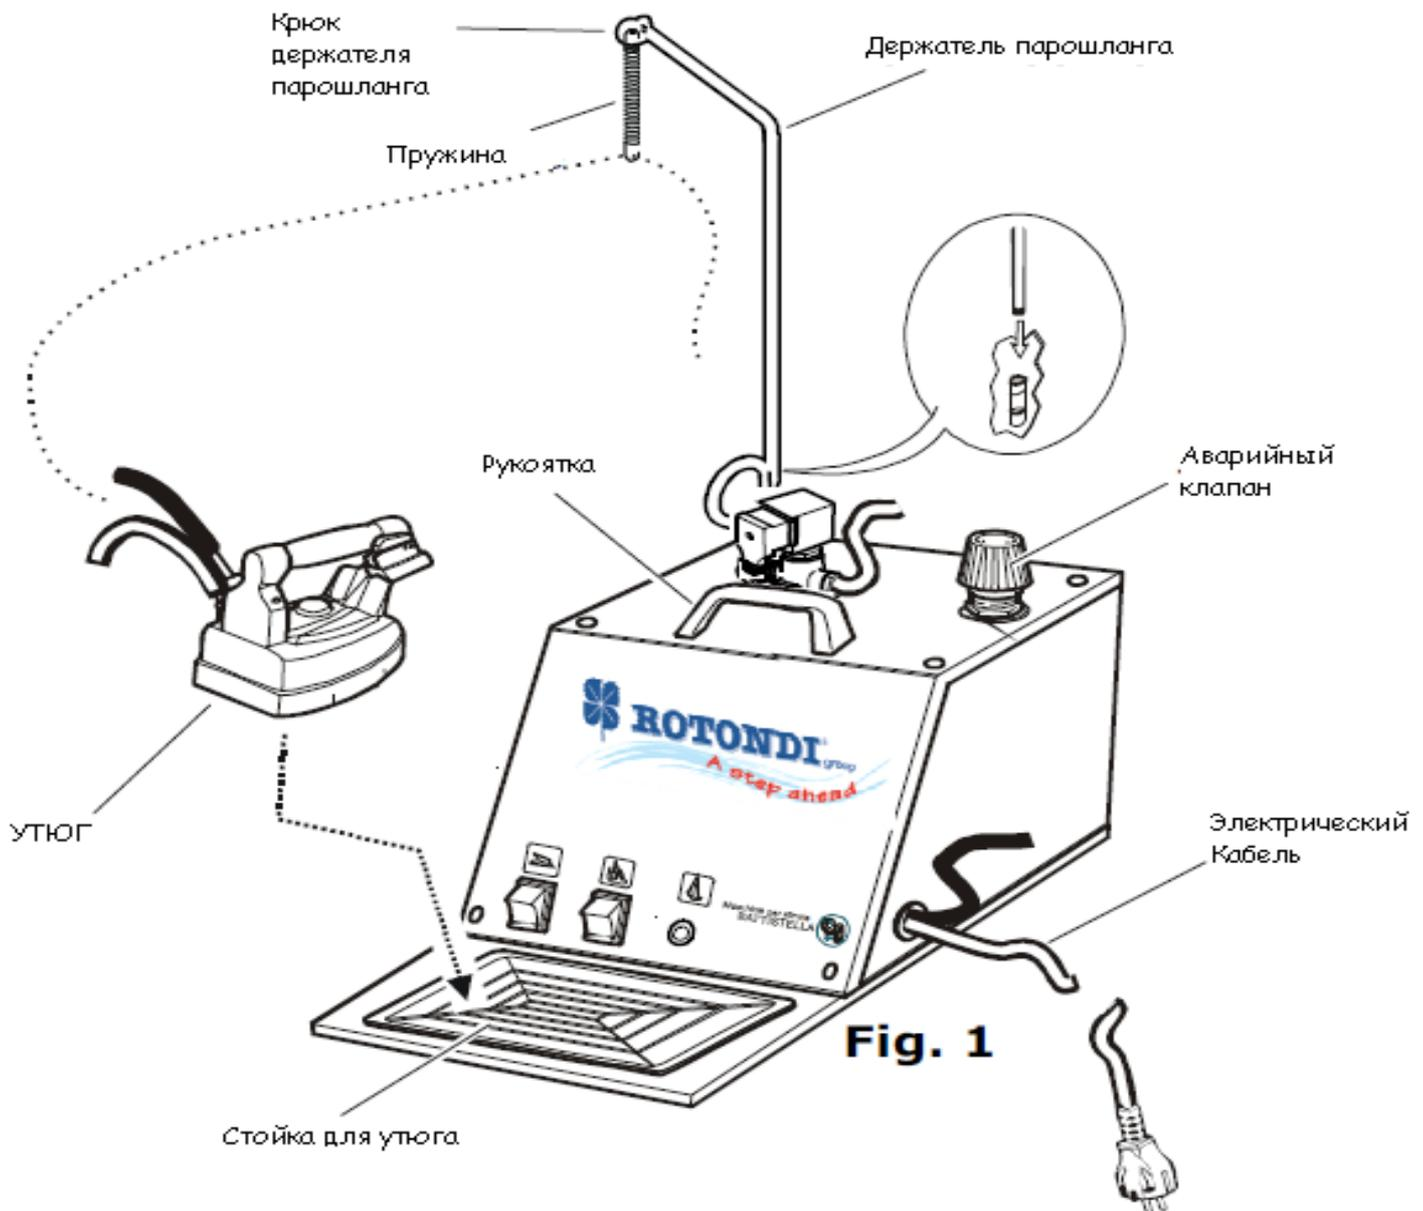

Fig. 1
1. Откройте Аварийный клапан (рис.1) и заполните котёл водой (рис.2) на 2/3 объёма бойлера. Далее обратно заверните аварийный клапан, но не слишком туго, поскольку прокладка может повредиться.
4. **Никогда не заменяйте аварийным клапан другими аналогами** (рис.1) Данный клапан рассчитан на давление 4,5 BAR.
3. Во время глажки всегда утюг следует ставить на специальную резиновую подставку(рис.1)и обратите внимание на положение провода, если он сильно перекручен или контактирует с доской, это может стать причиной короткого замыкания.
Если у вас во время глажки интенсивность пара стала снижаться, а затем пар совсем перестал выходить из утюга, значит, в бойлере закончилась вода. Для этого выключите питание парогенератора, и не много погодя выкрутите аварийный клапан (рис.1) на 360°, затем ждите пока пар не выйдет полностью. Отвинтите клапан с осторожностью, и подождите несколько минут. Затем заполните котёл водой на 2/3 объёма (рис.2). Закрутите аварийный клапан и ждите, пока лампочка бойлера не потухнет. (Рис.2 С) Теперь устройство снова готово к работе. Внимание! Парогенератор всегда должен быть в горизонтальной плоскости.
3. Меняйте аварийный клапан каждые 2500 часов или каждые 3 года (рис.1). Для проведения этой операции прежде выключите и остудите парогенератор.